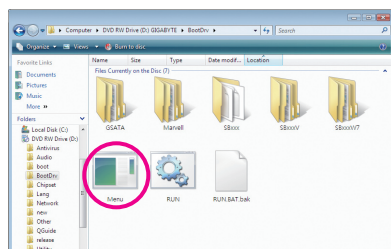
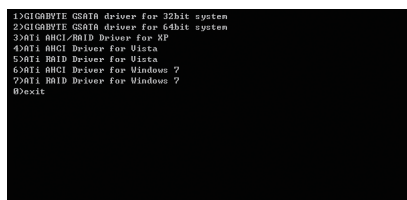

図2
図3
- 2: 光学ドライブフォルダから、**BootDrv**フォルダの **Menu.exe**ファイルをダブルクリックします (図2)。図3のようなコマンドプロンプトウィンドウが開きます。
- 3: 空のフォーマット済みディスクを挿入します。メニューから対応する文字を押すことでコントロールドライバを選択し、<Enter>を押します。例えば、図3のメニューから、RAID/AHCIハードドライブに Windows XP をインストールするには、**XP** に対して **3) ATi AHCI/RAID Driver for XP** を選択し、<Enter>を押します。